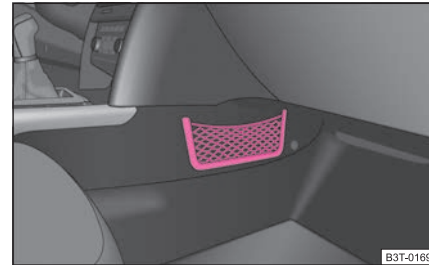

Abb. 95 Mittelkonsole vorn: Ablagenetz
- Das Ablagenetz an der Mittelkonsole vorn ⇒ Abb. 95 ist zum Transport kleiner Gegenstände bestimmt.